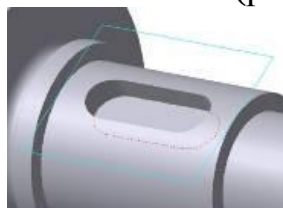

Рис. 9.8. Деталь, после операции вырезать выдавливанием
13. Выбираем группу команд «**Редактирование детали**» и команду «**Вырезать выдавливанием**» . После этого в свойствах выбираем прямое направление и расстояние 4 мм и нажимаем  (рис. 9.8).